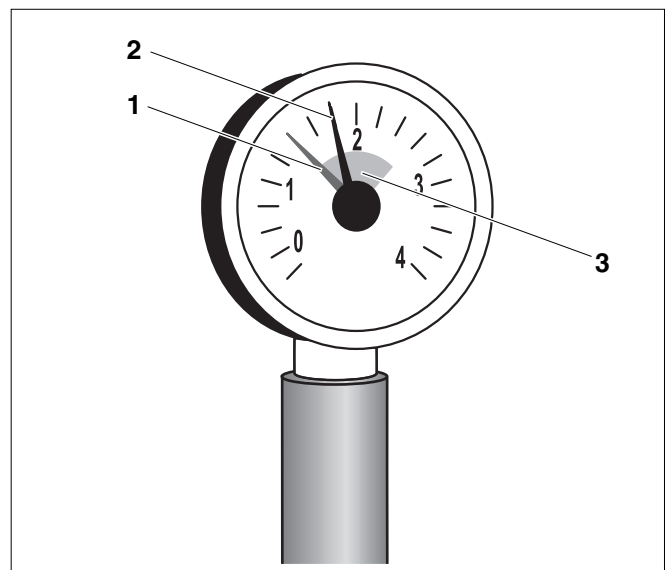

Рис. 5 Манометр для закрытых установок
У закрытых установок стрелка манометра (рис. 5, Поз. 2) должна находиться в зеленой зоне (рис. 5, Поз. 3). Красная стрелка манометра (рис. 5, Поз. 1) должна быть установлена на требуемое давление.
- Если стрелка манометра (рис. 5, Поз. 2) не доходит до зеленой зоны (рис. 5, Поз. 3), то давление воды слишком низкое. В этом случае долейте воду в отопительную установку (см. глава 3 "Вода для заполнения и подпитки", стр. 7).